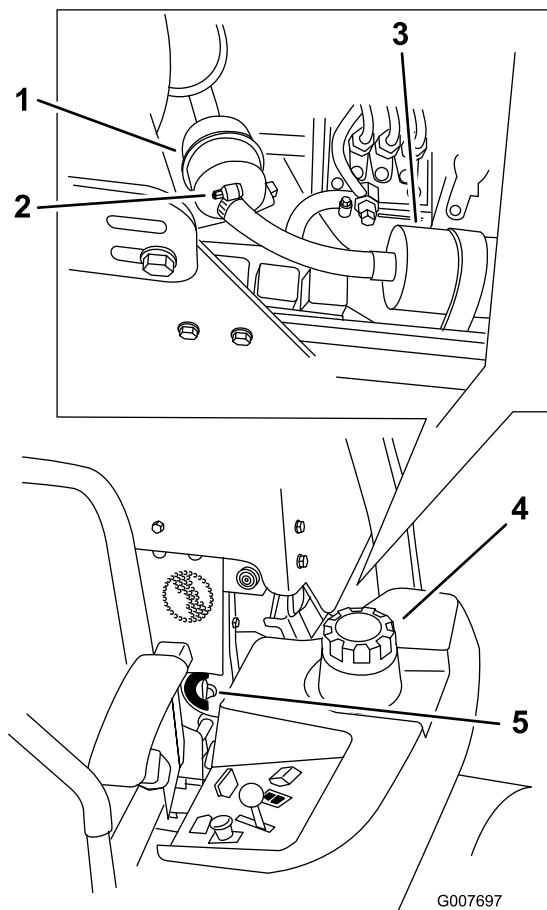

Bild 55
4. Schließen Sie den Kraftstoffhahn (Bild 55).
5. Lösen Sie die zwei Schlauchklemmen und schließen Sie die Kraftstoffleitungen vom Kraftstofffilter ab (Bild 55).
6. Bringen Sie einen neuen Filter an. Schließen Sie die Kraftstoffleitungen am Kraftstofffilter an und montieren Sie die Schlauchklemmen (Bild 55).